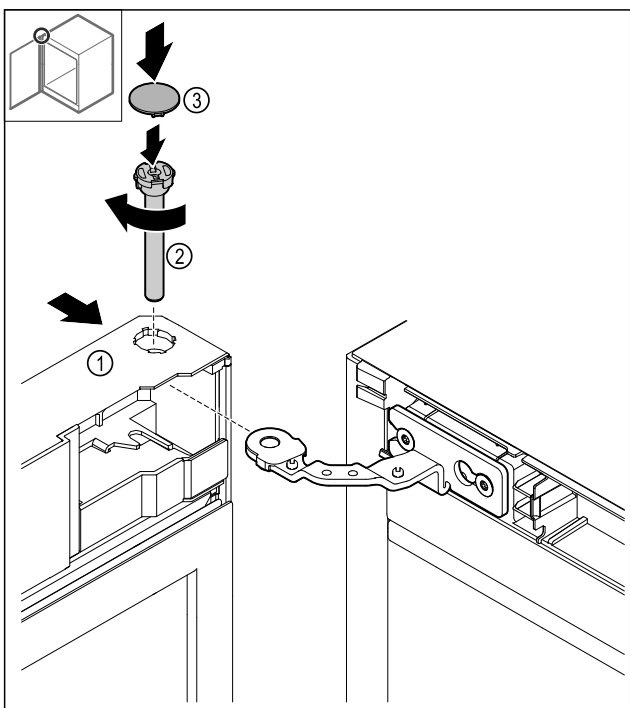

Fig. 43
- Deur Fig. 43 (1) boven op het scharnier schuiven.
- Bouten Fig. 43 (2) plaatsen en rechtsom vastdraaien.
- Afdekking Fig. 43 (4) plaatsen.